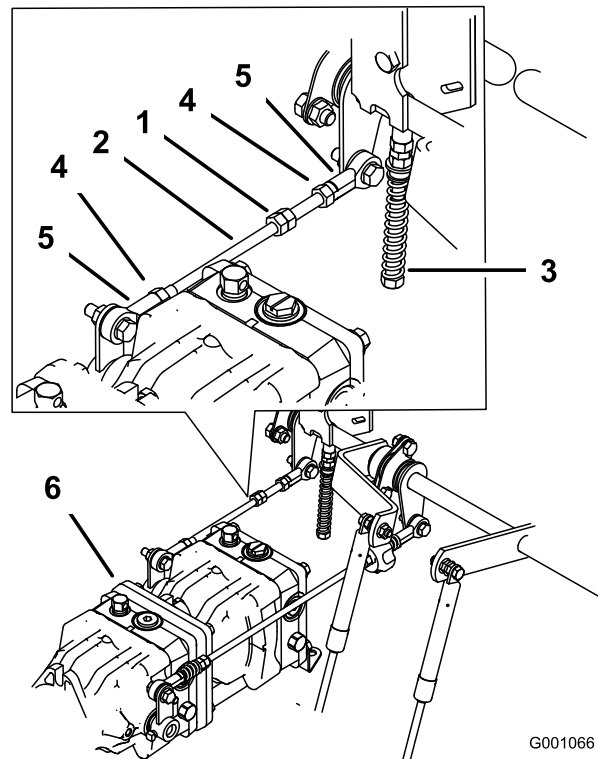

Figura 70
1. Afloje las contratuercas de la articulación esférica de la varilla de control de la bomba (Figura 70).
3. Ajuste la longitud de la varilla de la bomba girando las tuercas dobles de la varilla, en el sentido apropiado, hasta que la rueda quede estacionaria o se mueva muy lentamente en marcha atrás (Figura 70).
6. Apriete las contratuercas de las articulaciones esféricas (Figura 70).